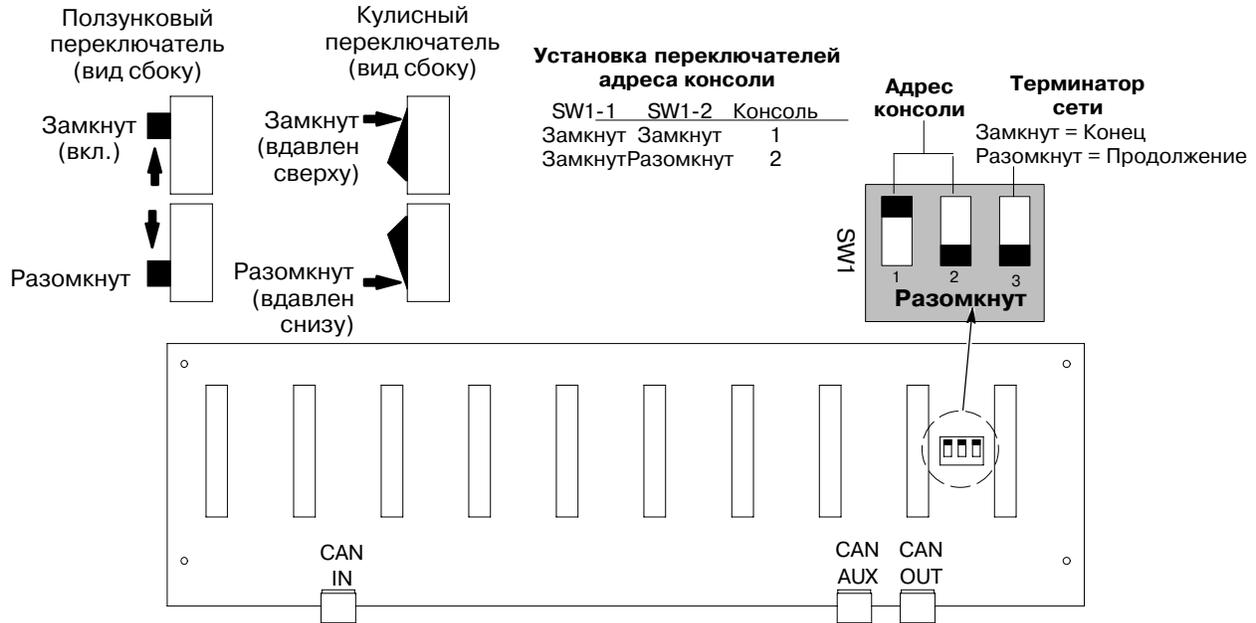

Рис. 3-2 Соединения сети CAN, адреса консолей и терминаторы
См. рис. 3-2.
2. Установить переключателями 3 и 4 в 4-позиционном миниатюрном переключателе такой же адрес консоли, как установлен миниатюрным переключателем на объединительной плате, см. рис. 3-2.